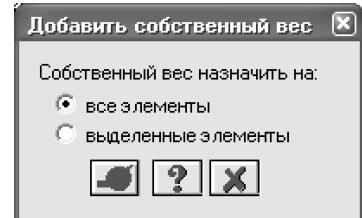

Рис.7.18. Диалоговое окно
- В диалоговом окне **Добавить собственный вес** (рис.7.18) щелкните по кнопке **Применить**.